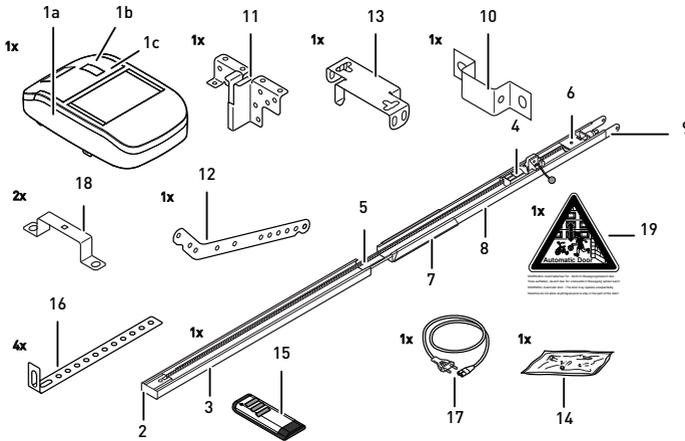

Fig. 2: Vue d'ensemble du produit - pièces détachées
Montez la tête d'entraînement (1) à l'aide des étriers de fixation (18) sur le rail de traction (3, fig. 2).